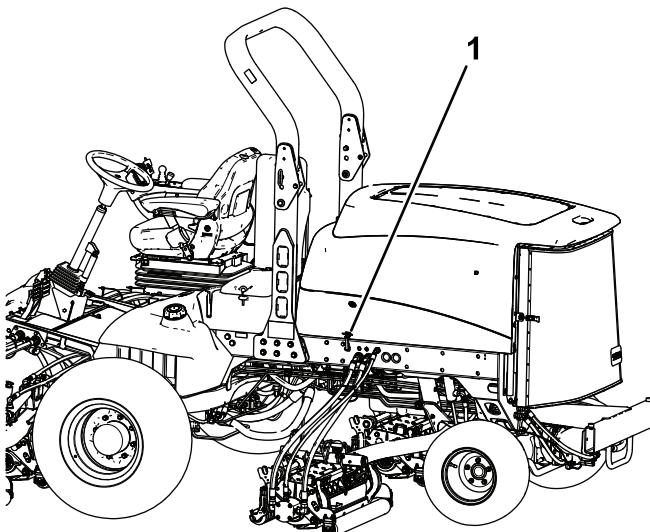

Bild 34
2. Lösen Sie die Motorhaubenriegel und öffnen Sie die Motorhaube (Bild 34).